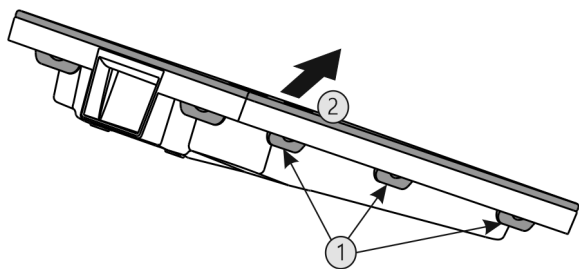

Fig. 38
- ▶ Stlačte za sebou všechny západky Fig. 38 (1) a sejměte kryt Fig. 38 (2).